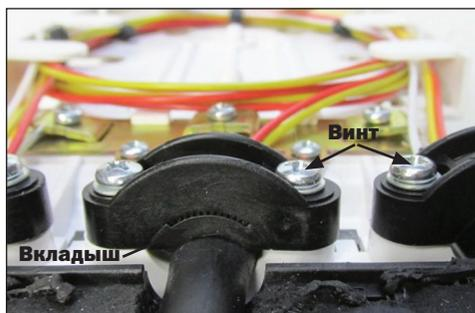

Рисунок 3
- 8** Выкрутить винты и снять зажимы для крепления вводимых ОК (рисунок 3). Устройства для крепления имеют возможность ре-